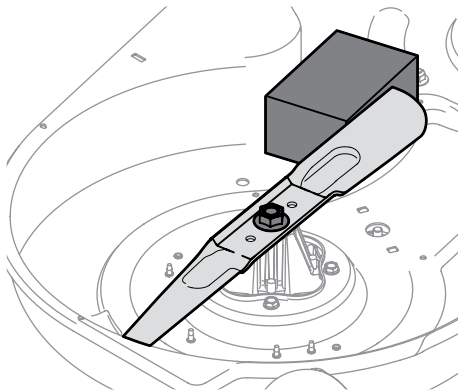

Figura 4-6
- Coloque un bloque de madera entre el deflector del alojamiento de la plataforma y la cuchilla de corte para que actúe como estabilizador. Vea la Figura 4-6.
- Extraiga la tuerca de brida hexagonal que asegura la cuchilla al montaje del husillo. Vea la Figura 4-6.